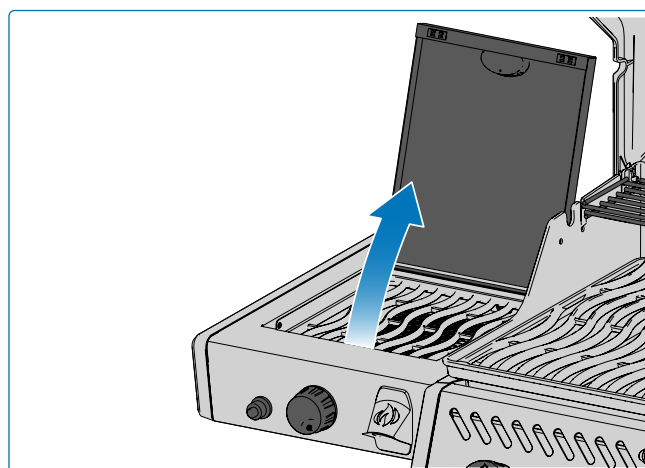

Abb. 10
1. Brennerabdeckung öffnen (**Abb. 10**)